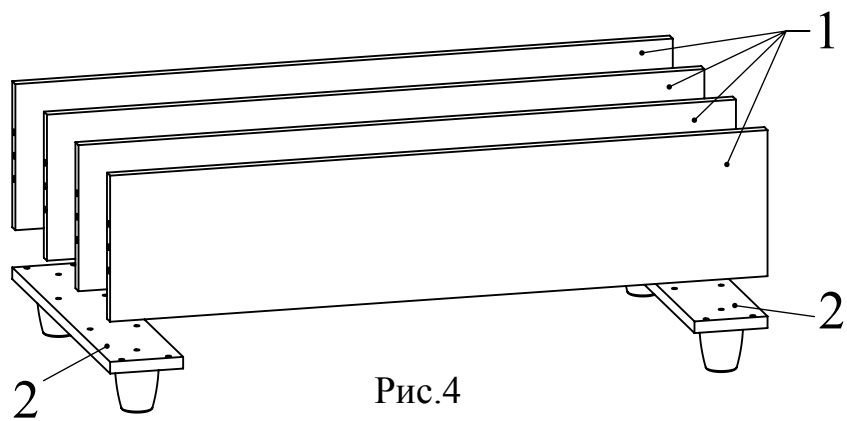

Рис.4
3. Стянуть конфирматами детали 1 с деталями 2 (Рис. 4).